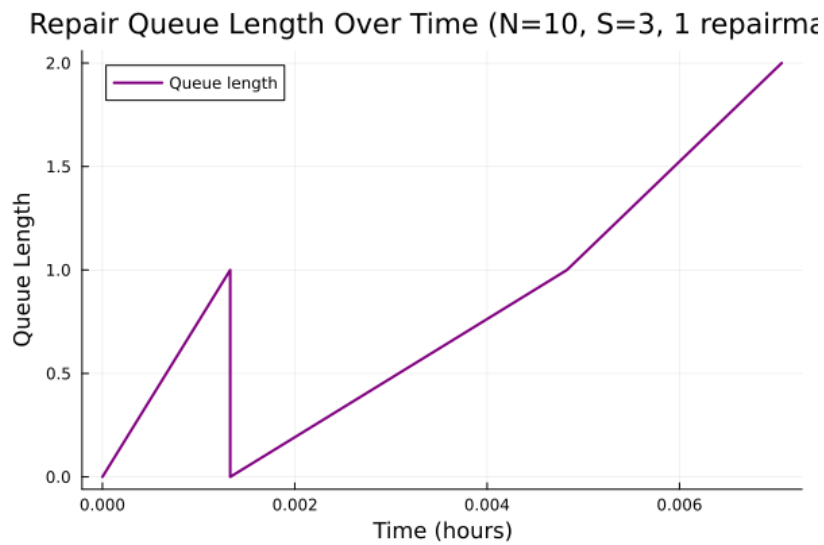

Рисунок 4.13: время ожидания
- время ожидания ремонта в очереди (длина очереди на ремонт) (рис. 4.13);